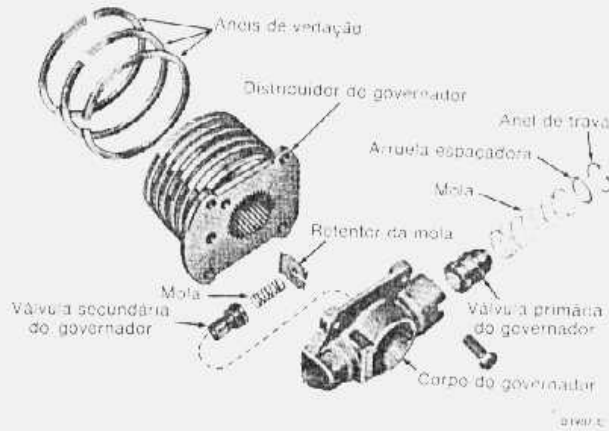

fig. 90 — componentes do governador e distribuidor
- Remover os anéis do distribuidor do governador (fig. 90).
- Remover o anel trava da válvula primária do governador (fig. 90). Remover, do corpo do governador, a arruela, a mola e a válvula primária.